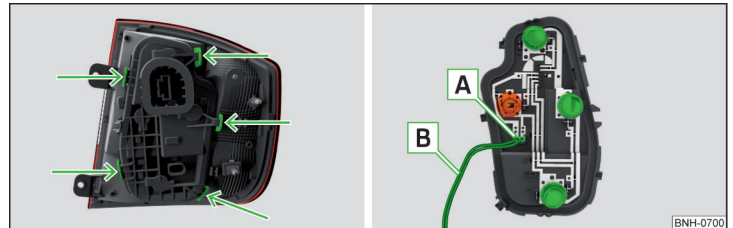

Abb. 270 Äußerer Teil der Leuchte / Halter mit Glühlampen
- › Den Lampenhalter in mit Pfeilen gekennzeichneten Bereichen entriegeln » Abb. 270 und aus der Leuchte herausnehmen.
- Vor dem Einsetzen des Lampenhalters in die Leuchte prüfen, ob der Stecker **A** » Abb. 270 zwischen der Leuchte und dem Lampenhalter korrekt aufgesteckt ist.